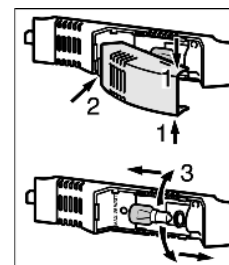

Fig. 23
- ▶ Возьмитесь за крышку лампы сверху и снизу Fig. 23 (1).
- ▶ Выведите крышку лампы сзади из зацепления и снимите Fig. 23 (2).
- ▶ Замените лампу накаливания Fig. 23 (3).